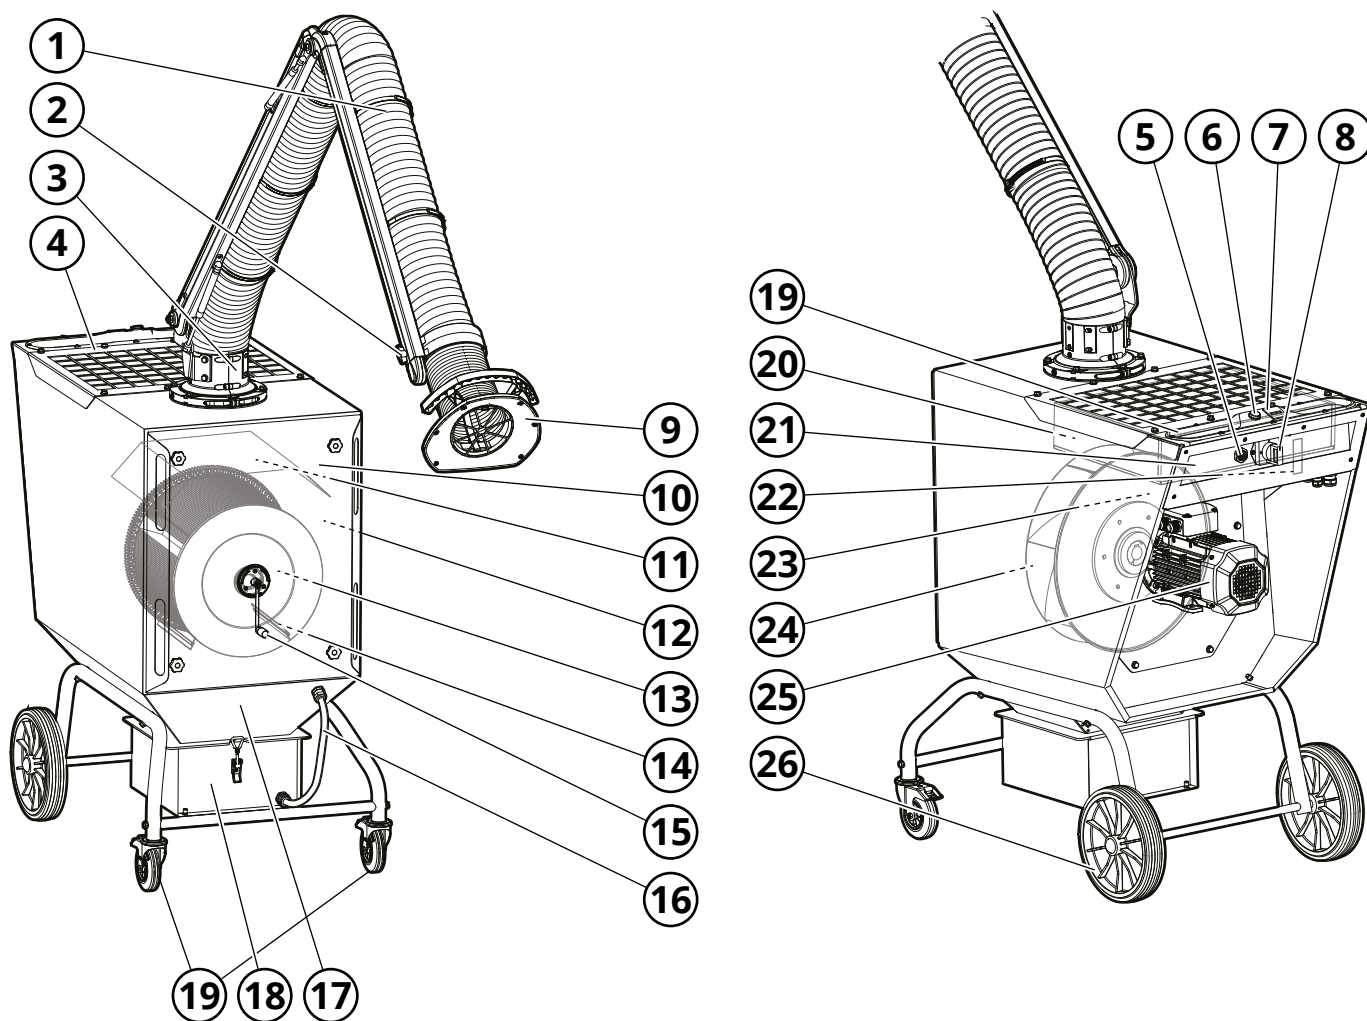

Fig. 2
Voir la Fig. 2.
L'air pollué est aspiré via le dispositif d'extraction locale (1, Fig. 2) vers le côté sale de la machine (12), où il est nettoyé à travers la cartouche de filtre (13). Le degré de filtration est de  $\geq 99\%$  pour la pollution par poussière et fumée générée par le soudage de l'acier fortement allié, comme par exemple l'acier avec une teneur en chrome et nickel de 30 %. L'air nettoyé est ensuite aspiré par la turbine du ventilateur (24) et éjecté depuis le côté propre de l'unité de filtre (23) à travers la grille de sortie (4).